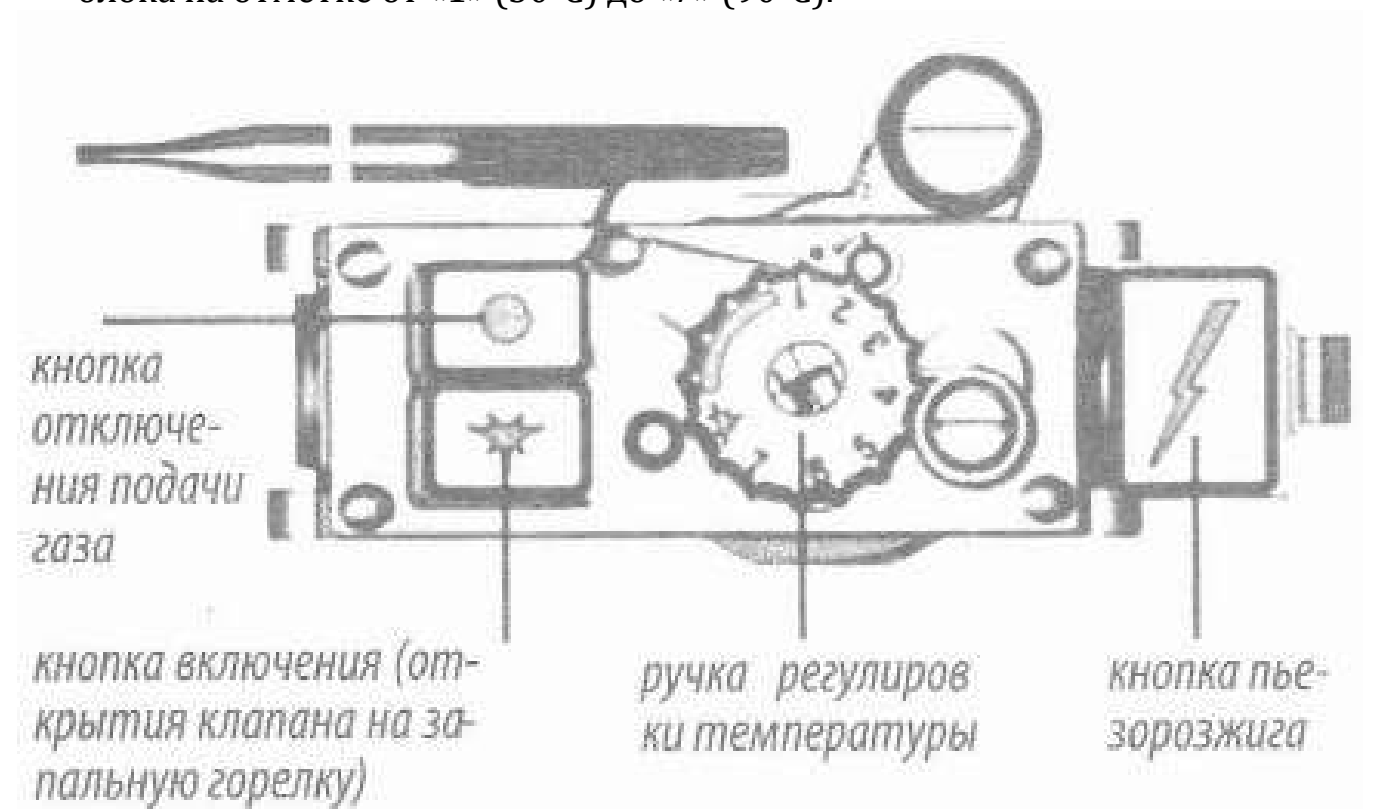

Рис. 16. Элементы управления аппарата ГИДРОТЕРМ «Алтай» 25.
8.3.1. Установить ручку задания температуры по часовой стрелке в положение «Отключено» (см. рис.16).